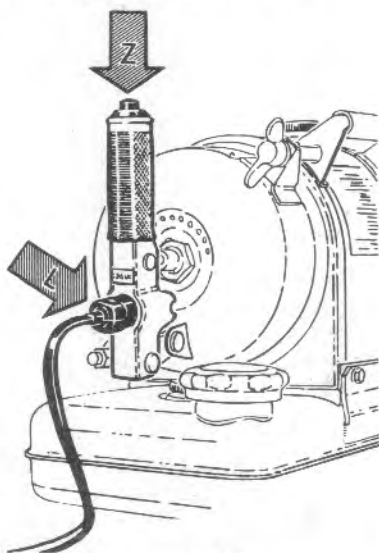

Bild 81
Stecker von elektr. Verbindungskabel (L) an die Anschlußstellen Schwingfeuergerät und Instrumententafel des Fahrzeuges anschließen. Bild 81, 82 und 83.
Stromdurchfluß durch Drücken des Zündknopfes (Z) prüfen. Siehe Bild 81 und 82. Summertone hörbar.
**(4) Schwingfeuergerät starten (siehe TDv 2540/003-14)